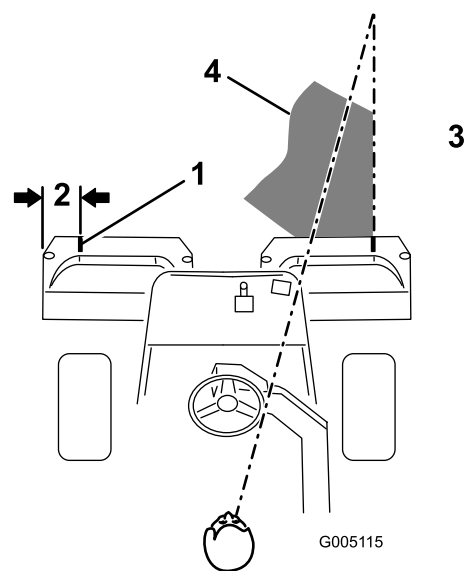
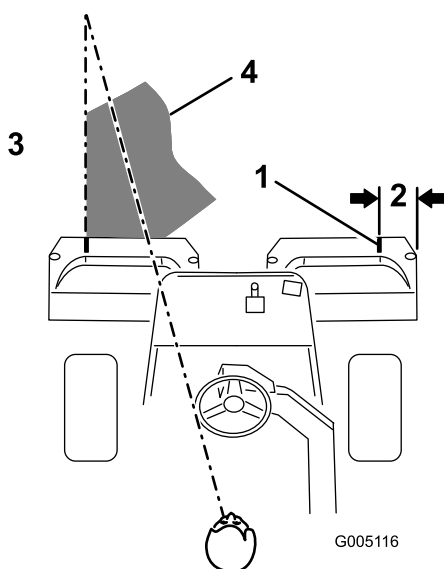

図 30
図 31
- その位置に白色テープか白ペンキで集草箱の縁と平行に目印を入れる 図 30。
3. 行きと帰りでのオーバーラップができるだけ小さくなるように運転します。グリーン内をぶれずにきれいに直進し、刈り込みの済んだ列との距離を一定に保って走るためには、車体前方 1.8 から 3 m のところに視線を置いて、刈り込み済みの済んでいる列にラインを合わせるようにするのがコツです 図 30 および 図 31。ハンドルを目印にして距離を合わせても良いでしょう。その場合、ハンドルの縁と本機前方の目標ラインとを重ねて見ながら運転します(図 30 と 図 31)。